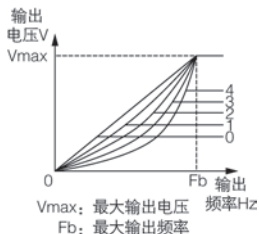

图 F5-1 V/F 曲线示意图
线性曲线适用于普通恒转矩型负载，输出电压与输出频率成线性关系。如图 F5-1 中的直线 0。
降转矩曲线 1，输出电压与输出频率成 1.3 次幂关系。如图 F5-1 中的曲线 1。
降转矩曲线 2，输出电压与输出频率成 1.5 次幂关系。如图 F5-1 中的曲线 2。
1.7 次幂关系。如图 F5-1 中的曲线 3。
平方曲线适用于风机、水泵等平方转矩型负载，以达到最佳节能效果，输出电压与输出频率成平方曲线关系。如图 F5-1 中的曲线 4。